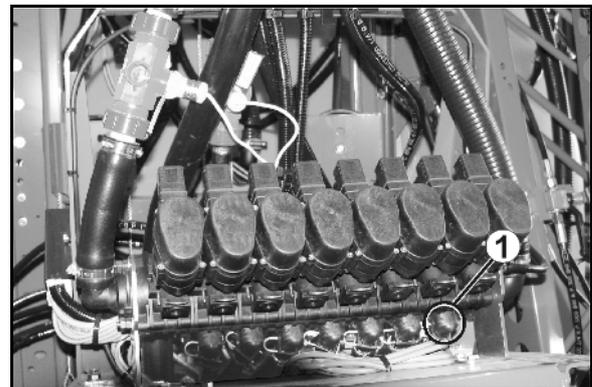

Fig. 130
10. Demontieren Sie den Druckschlauch (Fig. 130/1) der Pumpe, so dass restliche Wassermengen aus Druckschlauch und VARIO-Schaltung-Druckseite **B** ausfließen können.